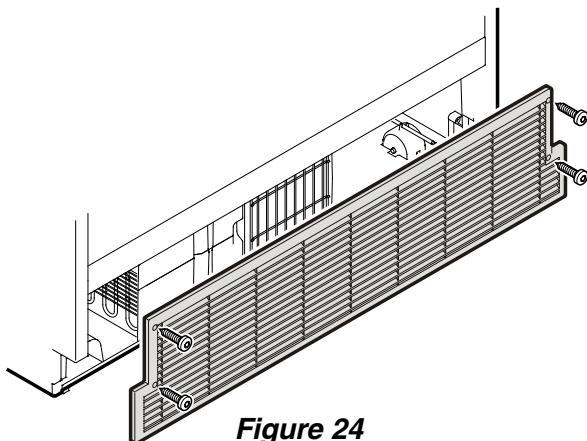

Figure 24
- Ouvrir le tiroir inférieur du ventilateur et dévisser la grille de ventilation **Figure 24**.